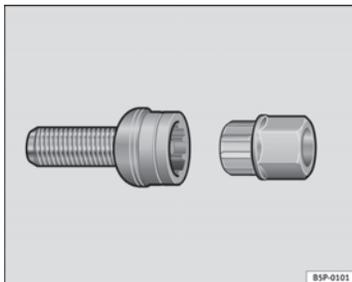

Fig. 182 Tornillo antirrobo de la rueda
- Coloque el adaptador hasta el tope en el tornillo antirrobo de la rueda ⇒ fig. 182.